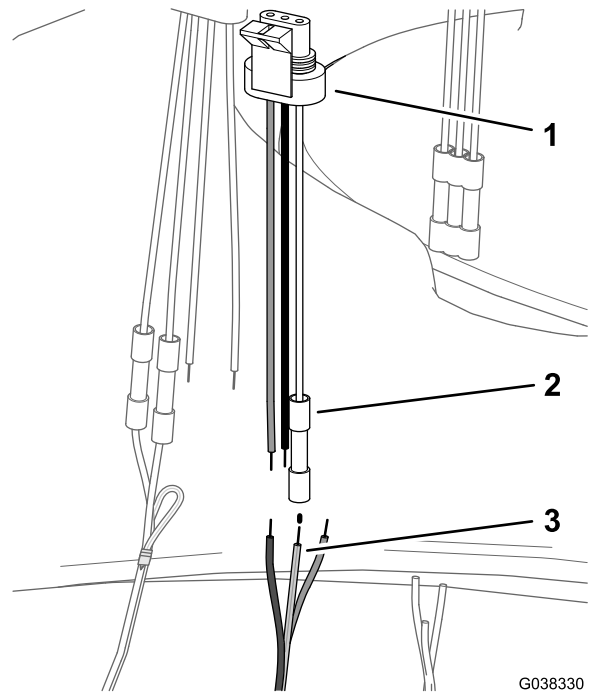

图43
3. 将 DIN 线束的黄色和绿色导线与搅拌阀 3 针适配器的白色导线对准 图43 请参阅搅拌阀的接线表。